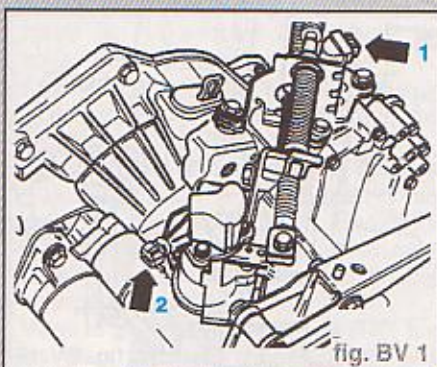

fig. BV 1
- Débrancher la fiche du transmetteur de tachymètre (flèche 1) (fig. BV 1).